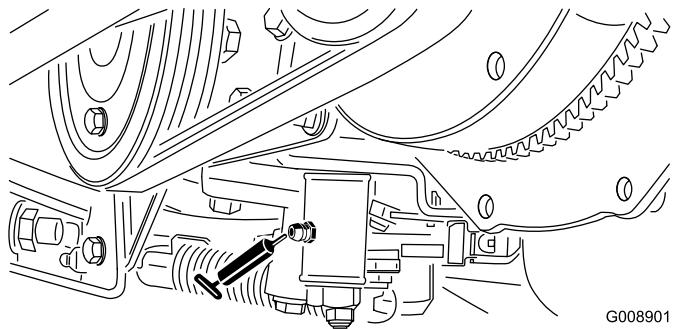

Figura 44
- Mecanismo de ajuste de punto muerto (Figura 44)